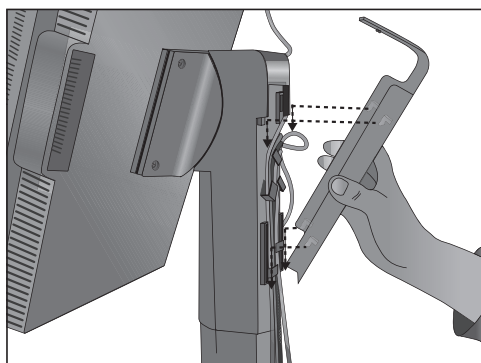
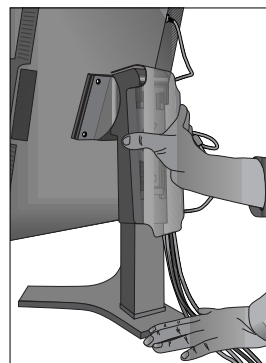

Abbildung D.1
Abbildung D.2
8. Halten Sie alle Kabel fest, und setzen Sie die Kabelabdeckung auf den Fuß (**Abbildung D.1**). Zum Entfernen heben Sie die Kabelabdeckung an, wie in **Abbildung D.2** dargestellt.